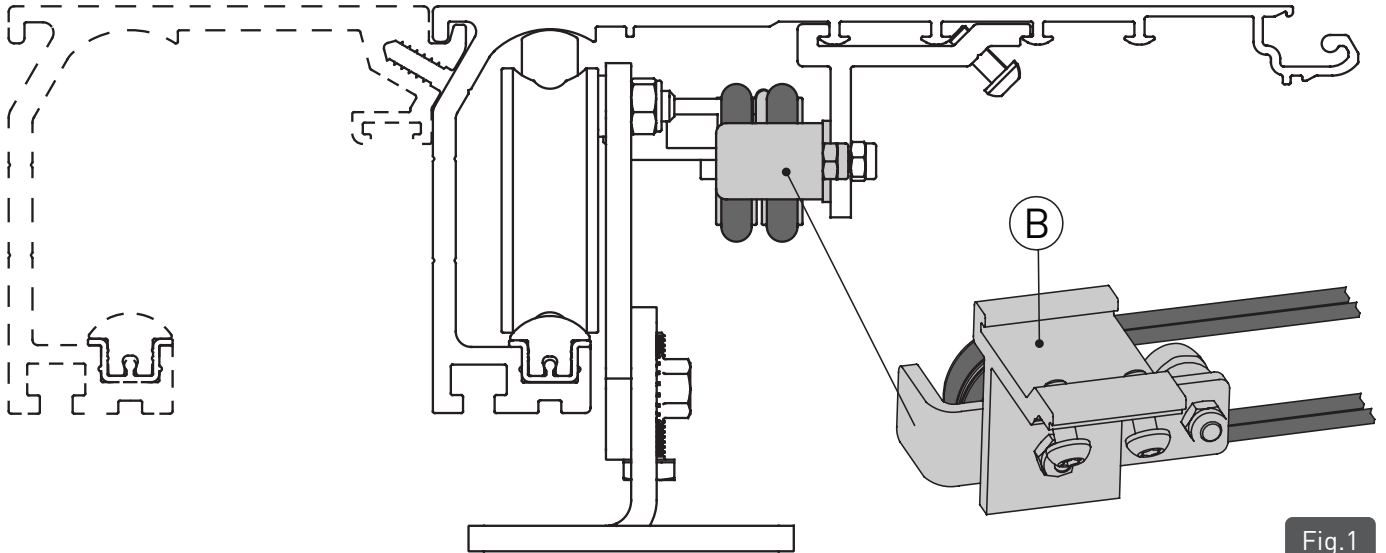

Fig.1
**FR** • Installez le kit élastique comme indiqué sur les figures 1 à 4 et suivez les instructions de positionnement indiquées dans le manuel de montage kitDAS200 et le kit DAS200T.
**EN** • Install the rubber band kit as shown in figures 1 to 4 and follow the positioning instructions indicated in the kitDAS200 and kitDAS200T assembly manuals.